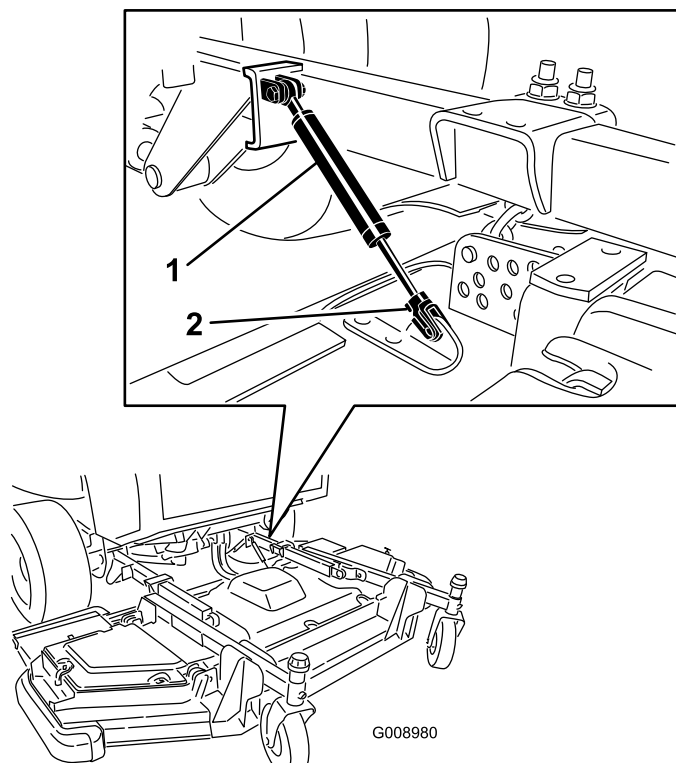

Figura 102
3. Togliete il fermaglio di ritegno e scollegate il gruppo ammortizzatore dall'apparato di taglio (Figura 102).